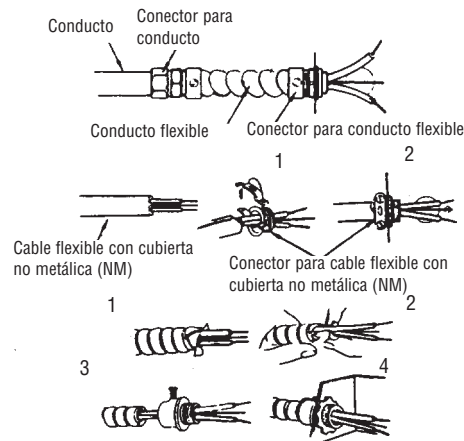

Figura 2 – Conectores, cable y accesorios de montaje utilizados para el cableado del UH-524TA
NOTA: para algunas aplicaciones puede que sea necesario un conducto (vea la Figura 2). Verifique los códigos eléctricos locales. Si el cableado se tiende por un conducto, asegúrese de que haya una cantidad suficiente de conducto flexible como para permitir el giro del calefactor en caso de ser necesario.
2. Instale los conectores de cable en la unidad (vea la Figura 2), y deslice el cable calibre 10 a través del conector de cable. Cuando haga las conexiones, extraiga a través del conector una cantidad suficiente de cable para trabajar.